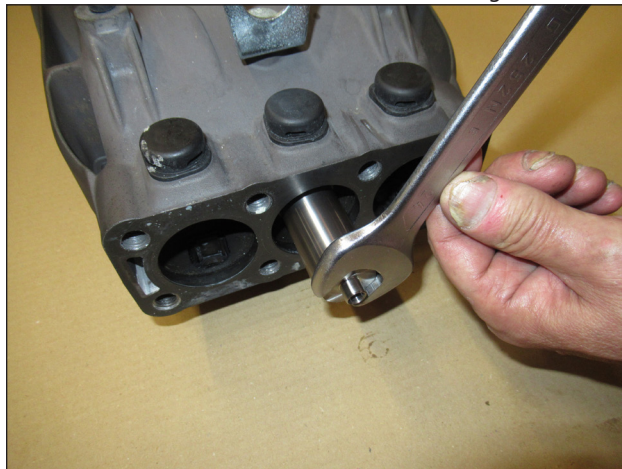

Fig. 48
- A) Tras montar la cabezal y el distanciador de la cabeza, liberar el distanciador como se indica en la Fig. 48.